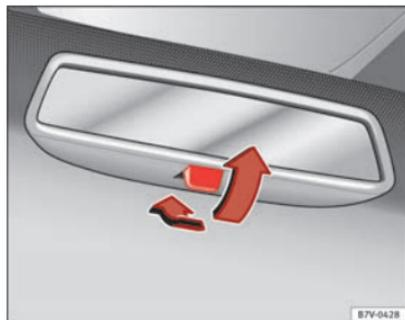

Fig. 64 Specchietto retrovisore fotocromatico manuale.
- Per rendere più scuro lo specchietto retrovisore, spostare la levetta all'indietro ⇒ fig. 64.